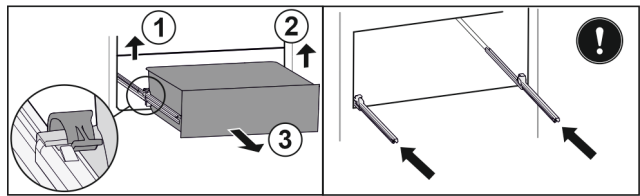

Fig. 110
- ▶ Підняти лівий затискач і одночасно висувний ящик ліворуч потягнути вперед. Fig. 110 (1)
- ▶ Підняти правий затискач і одночасно висувний ящик праворуч потягнути вперед. Fig. 110 (2)
- ▶ Вийняти висувний ящик рухом вперед. Fig. 110 (3)